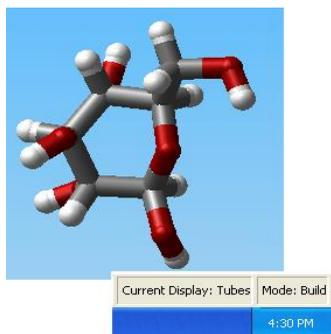

Рис.6. Режим представления Tubes.
**Tubes (Трубки).** Выбрав Tubes из Display Menu атомы их связи будут отображаться в виде атомов и цветных трубок (рис.6). Если не выделены атомы или части, то щелчок по этой кнопке изменит статус отображения модели (Model Display Status) на режим Tubes. Все атомы или части перейдут в режим отображения Tubes.